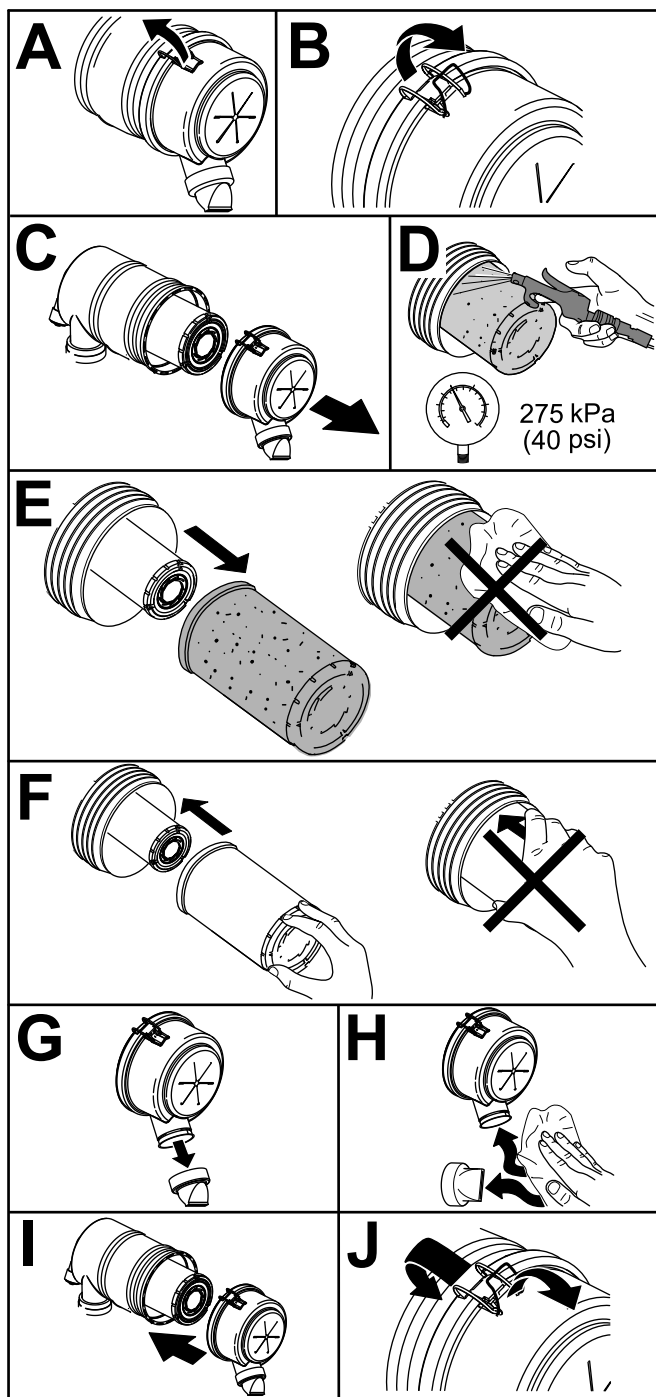

Рисунок 49
1. Замените воздухоочиститель (Рисунок 49).